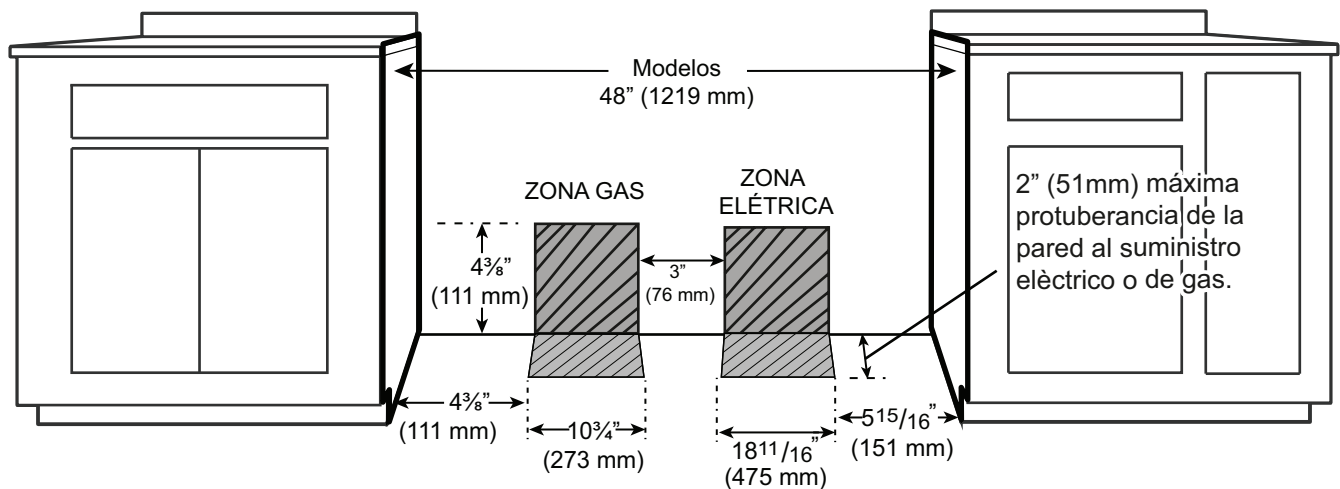

Figura 4: Suministro eléctrico y de gas para las estufas de doble combustible
- El suministro de gas y la alimentación eléctrica deben estar dentro de la zona indicada en la *Figura 4*.